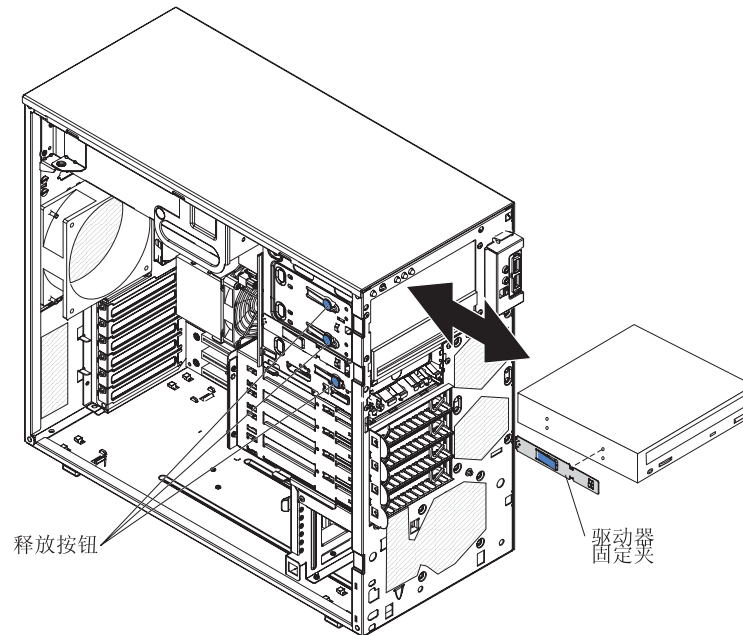

图 27. 卸下托架 1、2 或 3 中的驱动器
6. 要卸下托架 1 或 2 中的驱动器，请按托架侧面的蓝色释放按钮来释放托架中的驱动器（请参阅图 27）。将驱动器从计算机中拉出。